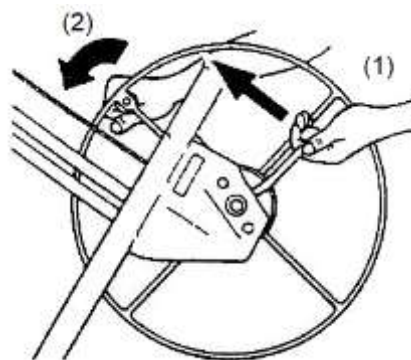

Figure 2
- a. Tenez la roue du treuil et le bras de frein tel qu'illustré dans la Fig. 2 **(1)**. Faites tourner la roue du treuil soigneusement vers l'avant **(2)** pendant que vous levez le bras de frein pour faire dégager le frein.